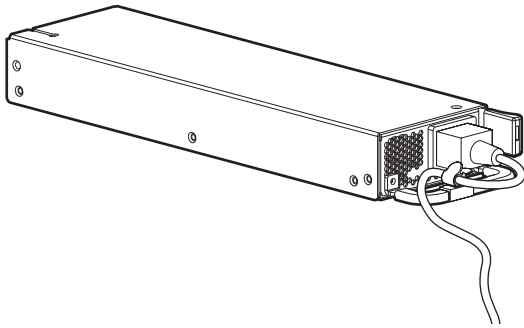

図 13. 張力緩和クリップによる電源コードの固定
5. ノード ハードウェア キットに付属する張力緩和クリップを使って、電源コードを固定します (図 13)。